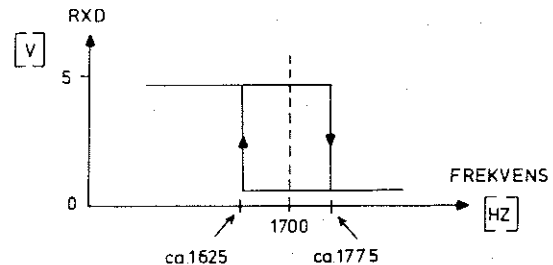

Fig. 3. Frekvens vs. RxD-signalet; ved trimning af tonemodtager bør det viste forløb iagttages.
6. P1 justeres således at dette DC-skift optræder symmetrisk omkring 1700 Hz. Dette skitseres i fig. 3.